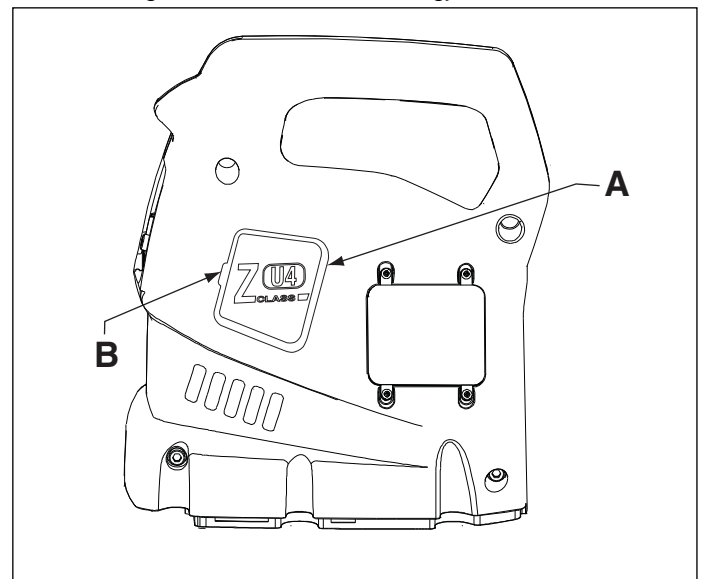

Figure 12, Fjerning av børstelokk
2. Ta av begge børstelokkene (A) ved å bøye børstelokkslåsene (B) til side og klemme utover (se fig. 12).